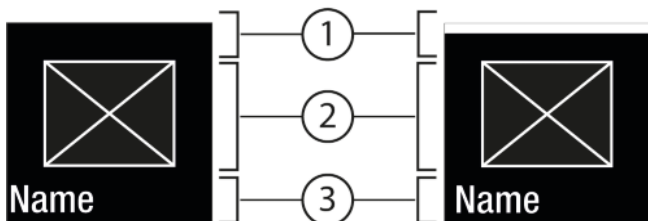
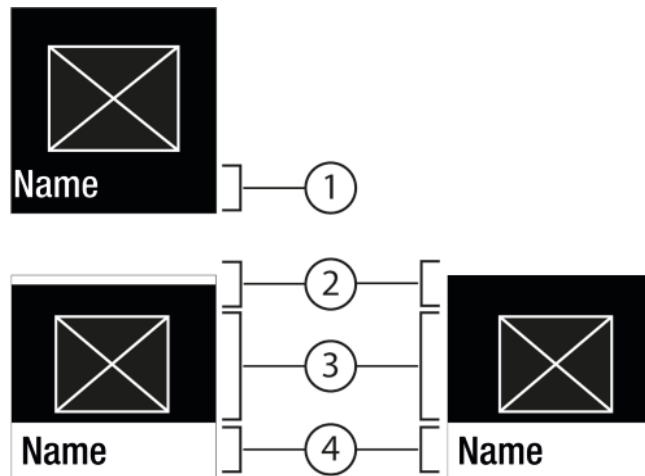

Fig. 6
Fig. 7
- Met bevestigen Fig. 5 (2) de functie / instelling activeren Fig. 6 (1) / deactiveren Fig. 6 (1).
- Met bevestigen Fig. 5 (2) het submenu Fig. 7 (4) oproepen.
- Nieuwe waarde instellen: Met bevestigen Fig. 5 (2) een gedeactiveerde waarde Fig. 6 (1) selecteren.
- Terug naar het menu: Met bevestigen Fig. 5 (2) de al geactiveerde waarde Fig. 6 (2) selecteren.
- ▷ Status: geactiveerd *Fig. 6 (1)* wordt kort op het submenu *Fig. 7 (4)* weergegeven.